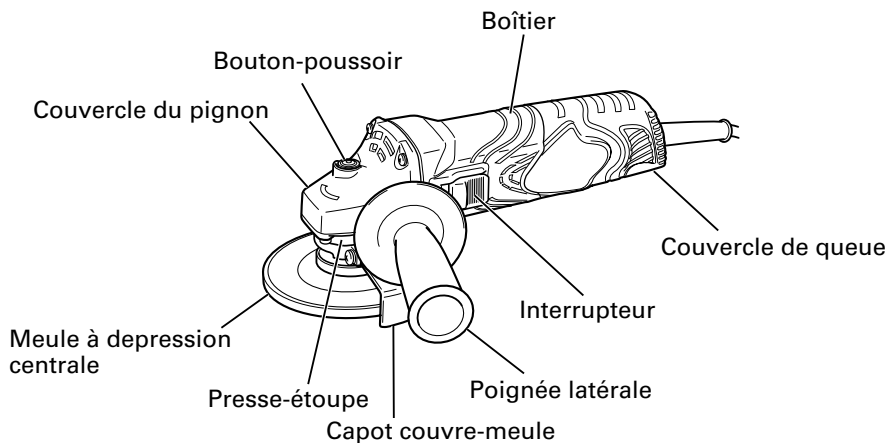

Fig. 1
- Maintenir la meuleuse à disque fermement par son boîtier et sa poignée secondaire (Fig. 1). La meuleuse à disque produit une contre-force qui doit être maîtrisée en la maintenant fermement.